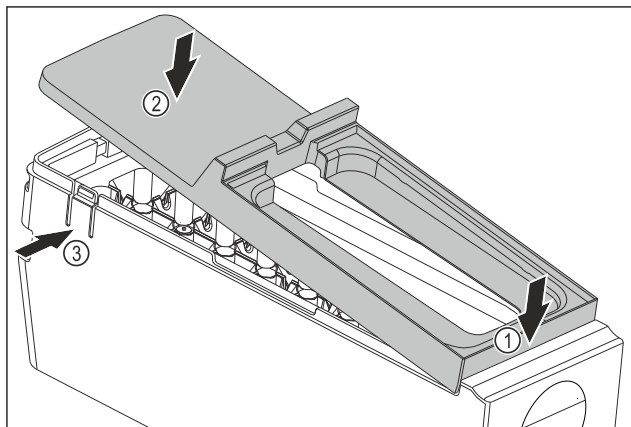

Fig. 174
- 安装 EasyTwist-Ice 机身的盖板：放置盖板前部 Fig. 174 (1)
- 降下盖板后部 Fig. 174 (2)
- 盖板卡入到两个接片 Fig. 174 (3) 中，可以听见声音。